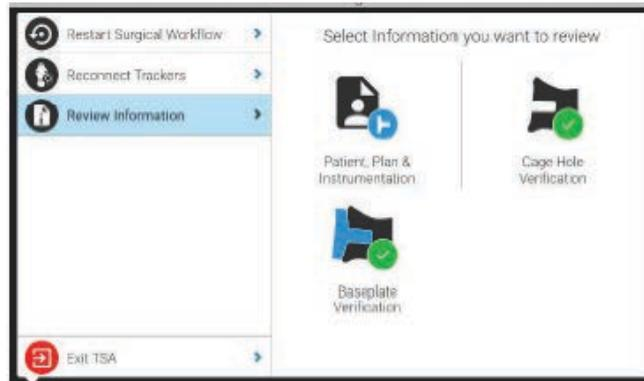

Figura 53
**Nota:** Puede revisar el plan siempre que lo desee; para ello, pulse el botón de menú y seleccione "Review Information" (Revisar información) del menú emergente de la izquierda (Figura 53).